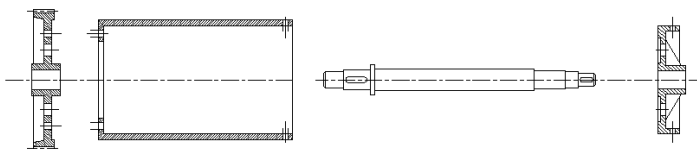

图 10-12 编辑结果
- 04 综合使用【修剪】、【删除】和【合并】命令, 对分解后的图形进行编辑完善, 结果如图 10-12 所示。